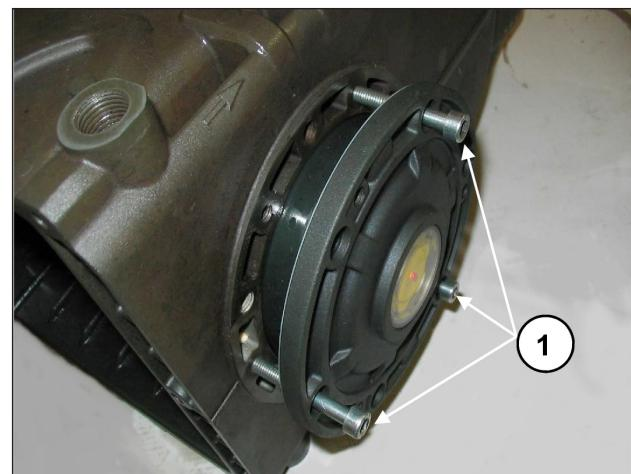

Fig. 8
Para facilitar a entrada da primeira seção e da relativa inserção das coberturas no cárter, aconselha-se o uso de três parafusos M6 x 40, parcialmente rosqueados, (Fig. 8, pos. ①) para depois completar a operação com os parafusos fornecidos (M6x18).
Para a aproximação de duas coberturas laterais no carter, pode-se usar três parafusos M6x40 para uma primeira fase de orientação, como indicado na Fig. 8 e os parafusos previstos para a fixação final.